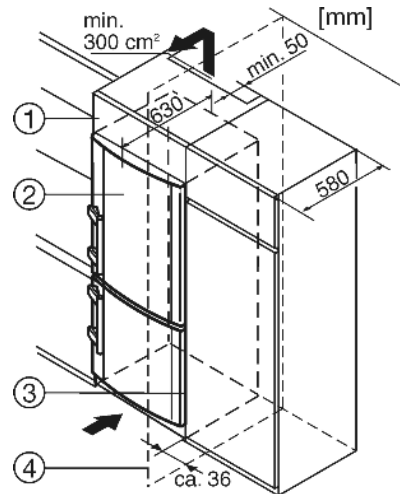

Fig. 10
(2) Устройство
(4) Стенка
Устройство может быть окружено предметами кухонной обстановки. Чтобы уравнивать устройство Fig. 10(2) по высоте с кухонной стенкой, можно установить над устройством соответствующий дополнительный шкафчик Fig. 10(1).
При комбинировании с обычными кухонными шкафами (глубина макс. 580 мм) устройство можно установить непосредственно рядом с кухонным шкафом Fig. 10(3). Дверца устройства выступает по сторонам на 34 мм и по центру устройства на 50 мм относительно передней стенки кухонного шкафа. Поэтому ее можно свободно открывать и закрывать.
Если устройство установлено на шарнирах у стены Fig. 10(4), то расстояние между устройством и стеной должно быть не менее 36 мм. Настолько выступает ручка при открытой дверце.